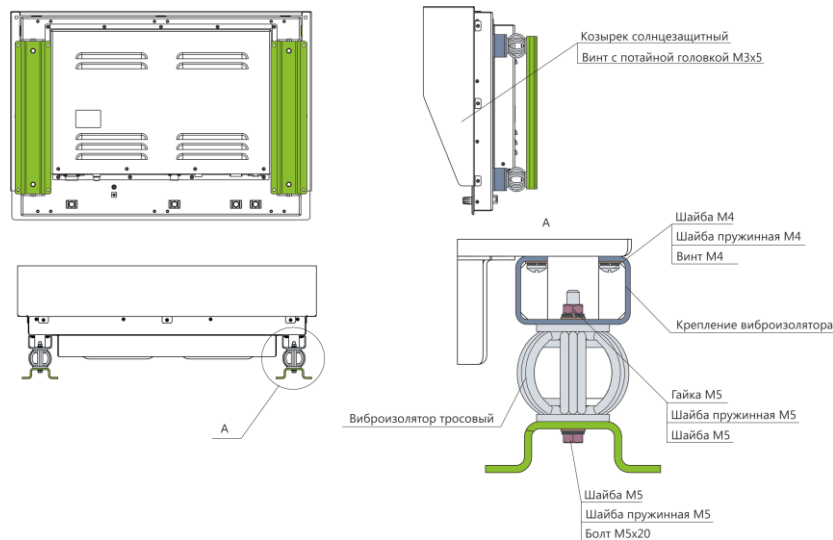

Рисунок 7 – Настенный монтаж
5) настенный монтаж на нерегулируемой кронштейне (см. рисунок 7) представляет собой крепление изделия к поверхности с помощью кронштейнов и монтажного комплекта метизов.